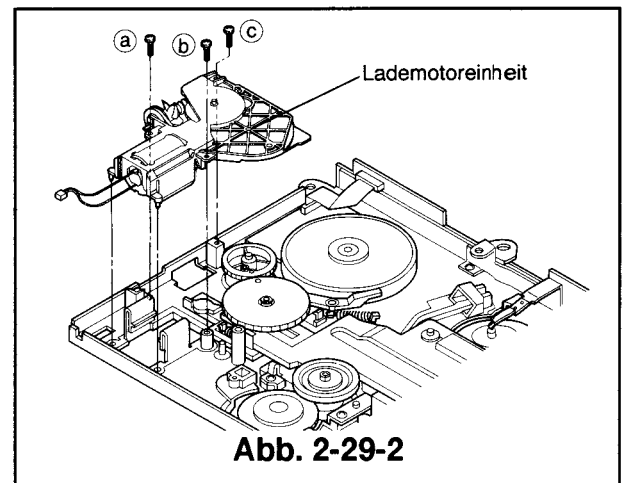

Abb. 2-29-2
- ⑦ Die Lademotoreinheit (mit Motorhalterung) in der in Abb.2-29-2 gezeigten Position installieren und mit den drei Schrauben (a), (b) und (c) befestigen.
- ⑧ Den Antriebsriemen installieren (Siehe im Artikel 2-28).